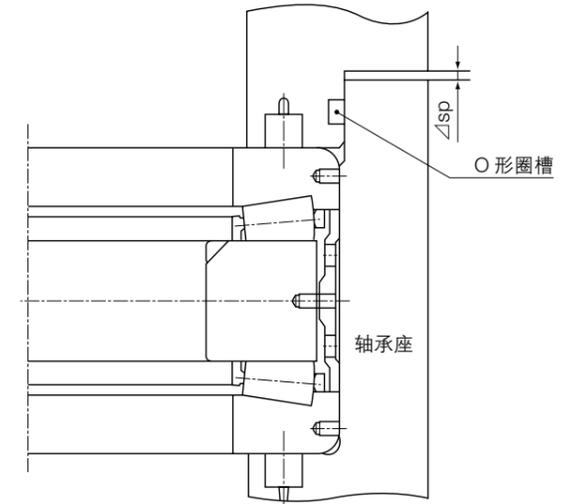

图 3.44 拆下预紧弹簧后的状态
- (1) 拆下轴承座的预紧弹簧。
- (2) 用夹具将轴承装进轴承座。
- (3) 拆下轴承压盖的 O 形密封圈及预紧弹簧，将压盖装在轴承座上。
- (4) 松拧压盖紧固螺栓。
- (5) 用塞规在几个紧固螺栓附近测量轴承座端面与压盖凸缘面的游隙  $\Delta sp$ ，求出平均值（见图 3.44）。
- (6) 按式  $\Delta sm = \Delta sp + 0.5$  (mm) 设定垫片厚度  $\Delta sm$ 。